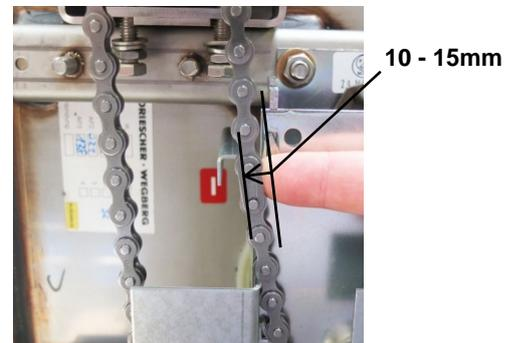

Abb. 12: Kettendurchhang prüfen
- Durch Eindrehen der Stellschrauben die Kette soweit spannen, bis diese nur noch 10 bis 15mm durchgedrückt werden kann (s. Abb. 12). Im Anschluss die Stellschrauben mit der jeweiligen Kontermutter fixieren.
- Per Schaltkurbel manuelle Probeschaltung mit dem Lasttrennschalter und dem Erdungsschalter durchführen. Während der Probeschaltung auf einen sauberen Lauf der Kette achten. Nach der Probeschaltung nochmals den Kettendurchhang (s. Abb. 12) überprüfen.